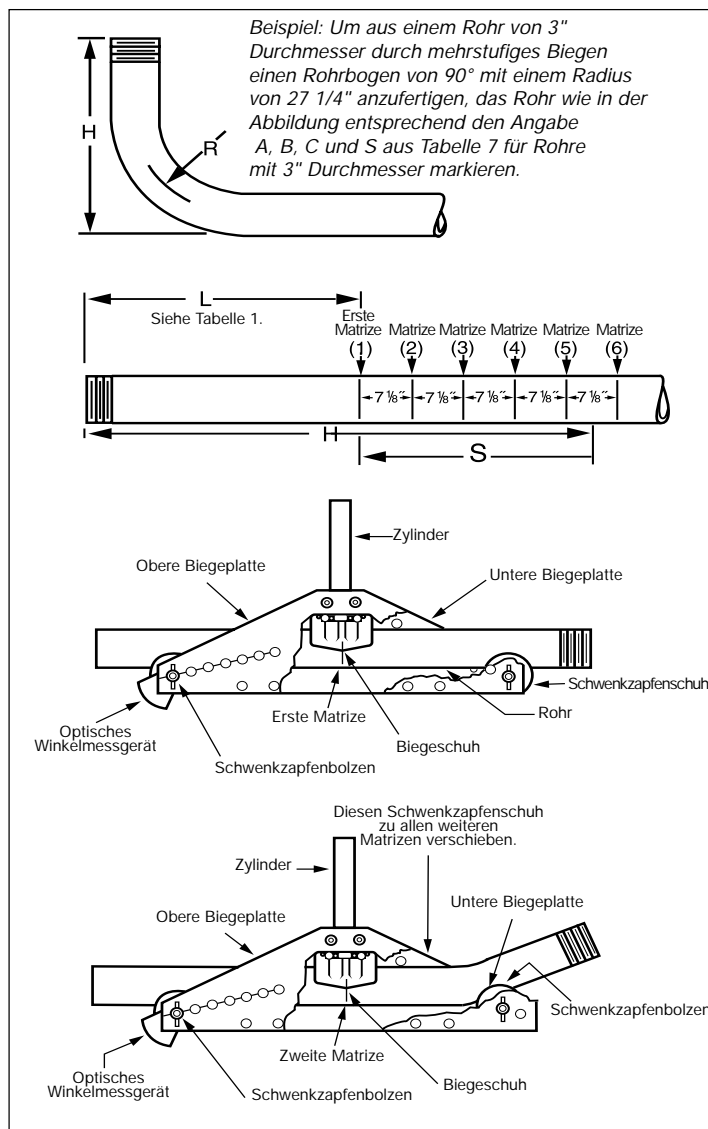

Abbildung 8, Mehrstufig gebogener Rohrbögen 90°
1. Das gewünschte Biegemaß (H) auf dem geraden Rohr markieren (siehe Abbildung 8).
2. Die Größe des zu biegenden Rohres in Tabelle 6 suchen. Das Rücksetzmaß (S) für den gewünschten Biegeradius beim mehrstufigen Biegen auswählen.
3. Das hintere Maß bestimmen (Rücksetzmaß (S) abziehen und Rohr markieren).